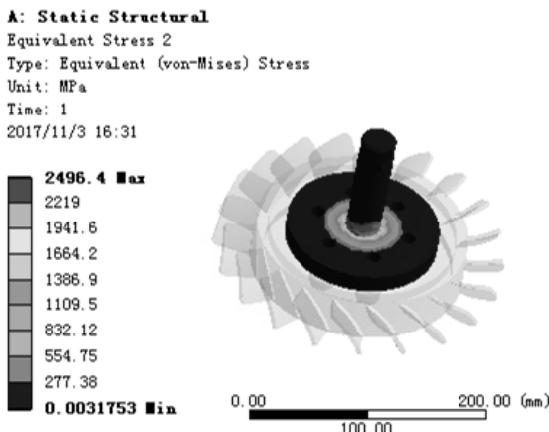

图 7.6.14 应力结果图解 (link-shaft)
(4) 查看 link-shaft 应力结果图解。在“Outline”窗口中选中 Equivalent Stress 2，查看图 7.6.14 所示的零件 shaft 的应力结果，其最小应力为 0.0031753MPa，最大应力为 2496.4MPa。